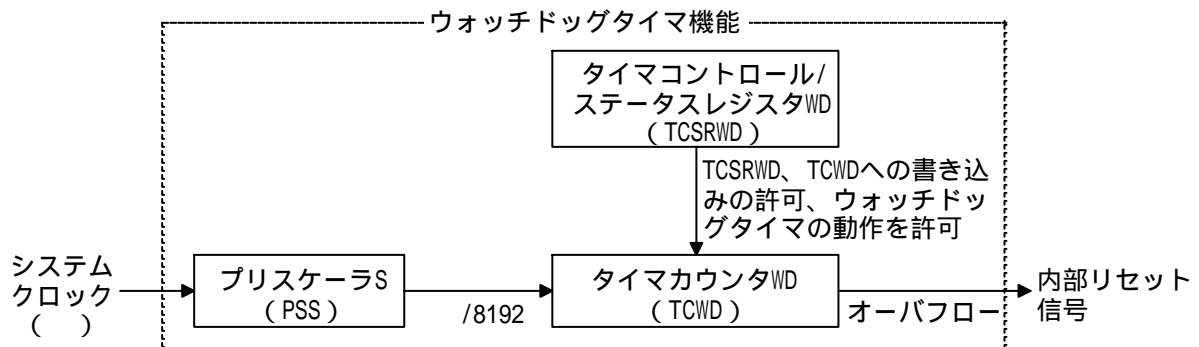

図2 ウォッチドッグタイマ機能のブロック図
- (1) 本タスク例では、ウォッチドッグタイマ機能を使用して、ウォッチドッグ動作を行ないます。
- (a) 図2にウォッチドッグタイマ機能のブロック図を示します。以下にウォッチドッグタイマ機能のブロック図について説明します。